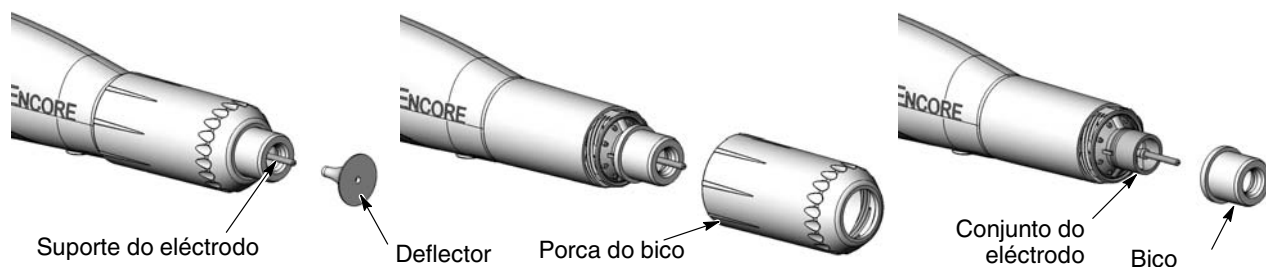

Figura 4-7 Mudança de um bico cónico
2. Consulte a figura 4-7. Puxe cuidadosamente o deflector para fora do suporte do eléctrodo. Se apenas substituir o deflector, monte um novo no suporte do eléctrodo tendo o cuidado de não curvar o fio do eléctrodo.